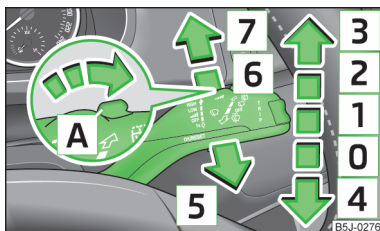

Fig. 33
- Per tergere solo **brevemente** il parabrezza, spingere la leva nella posizione molleggiata **4**» fig. 33
- Portare la leva verso l'alto in posizione **1** » fig. 33.
- Portare la leva verso l'alto in posizione **2** » fig. 33.
- Portare la leva verso l'alto in posizione **3** » fig. 33.
- Tirare la leva verso il volante nella posizione molleggiata **5**; il lavacristallo spruzza subito, i tergicristalli si muovono leggermente dopo» fig. 33.
- Premere la leva allontanandola dal volante in posizione **6**; il tergicristallo» fig. 33 detergerà ogni 6 secondi.
- Premere la leva allontanandola dal volante in posizione molleggiata **7**, l'impianto tergilavacristallo entrerà in funzione.» fig. 33
- Riportare la leva in posizione di base **0** » fig. 33.
Se sono stati inseriti gli anabbaglianti o gli abbaglianti e la leva del tergicristallo è in posizione **5**, i fari saranno spruzzati brevemente » **fig. 33** a pagina 49. Durante la pulizia dei fari, ogni cinque spruzzature si attiverà anche lo spruzzo sul parabrezza.